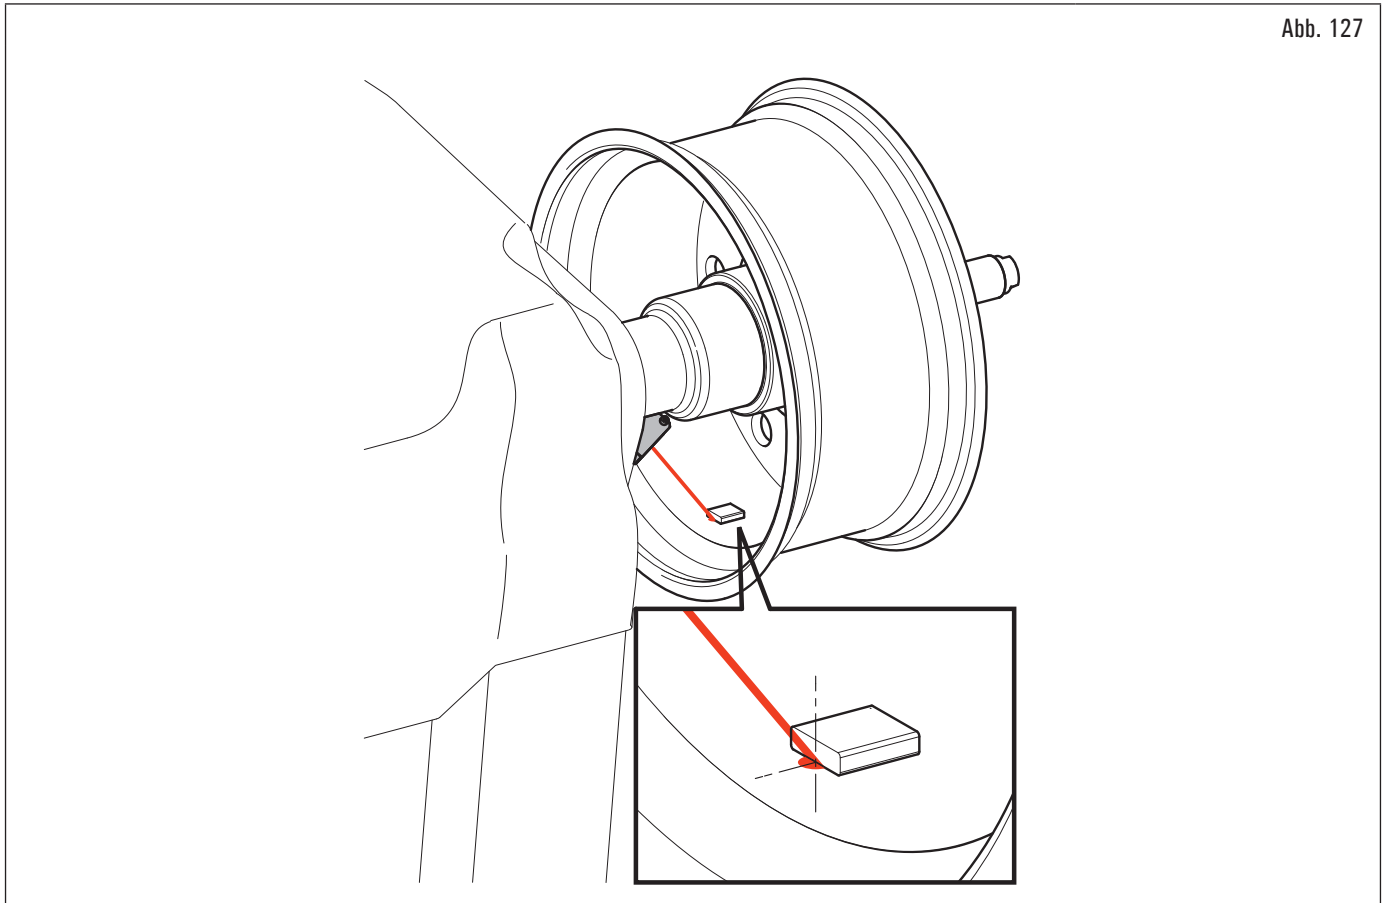

Abb. 127
Man muss den Klebegewicht aus dem von der Richtpfeil markiert Punkt nach der Innenseite der Felge anwenden, mit seiner Mittellinie in Übereinstimmung mit der Richtpfeil derselben (siehe Abb. 127).
3. drücken Sie die Taste , um die Neue Berechnung des Werts des anzubringenden Gewichtes in der neuen Position auszuführen. Am Monitor erscheint der Bildschirm (Abb. 127) mit den aktualisierten Wert;
4. wenn der Bediener den Punkt von Anwendung der Klebegewichte "Radinnenseite" modifizieren möchte, drücken Sie einfach die Taste (Abb. 127 Pkt. 2). Das Rad, der Laser und der Bildschirminhalt stellen sich für die Anwendung des Gewichtes ein. Der im Folgenden wiedergegebene Bildschirminhalt erscheint.